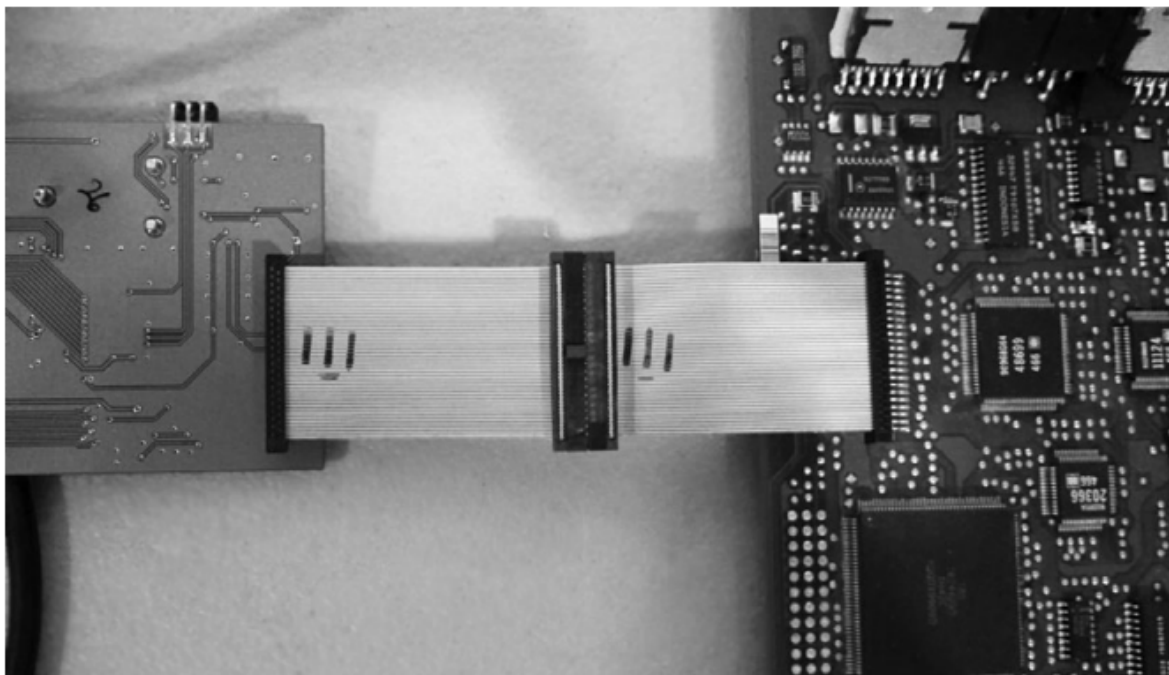

Рисунок 13-2: RoadRunner emulator, подключенный к Chevrolet 12200411 LS1 PCM.
- **RoadRunner** - ROM emulator, aimed at 16-bit EPROMs, like 28F200, 29F400, and 28F800 in a PSOP44 package (см. рисунок 13-2). Он тоже относительно inexpensive - около 489 долларов - и имеет USB interface с open command set и many tuning applications, которые уже имеют native support (<https://www.moates.net/roadrunnerdiy-guts-kit-p-118.html>).